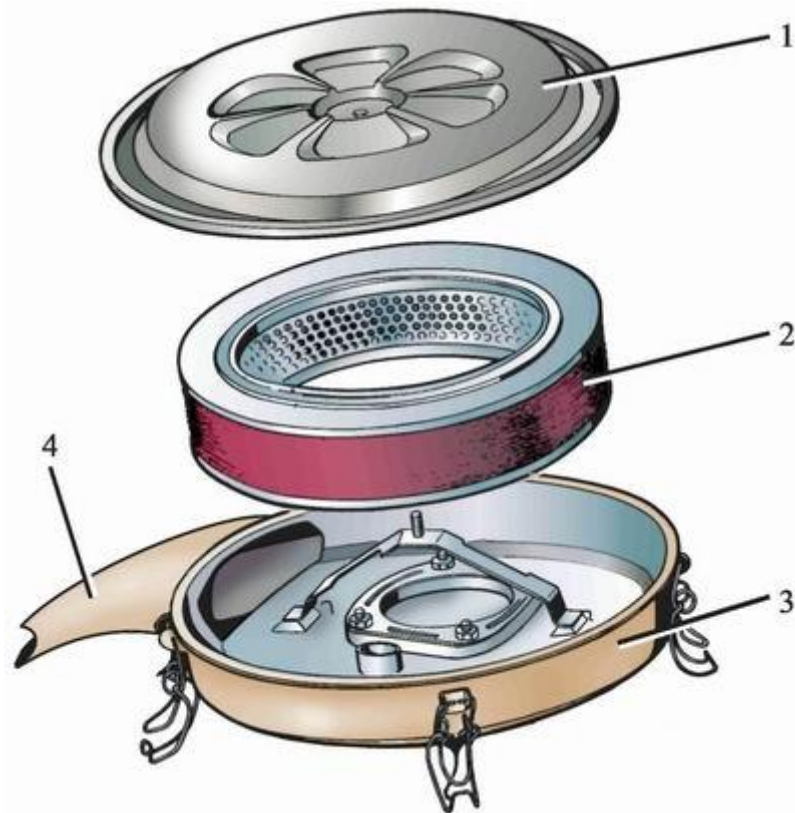

Рисунок 3 Воздушный фильтр:
**Воздушный фильтр** (рис. 3) – необходим для очистки воздуха, поступающего в цилиндры двигателя. Фильтр устанавливается на верхней части воздушной горловины карбюратора.